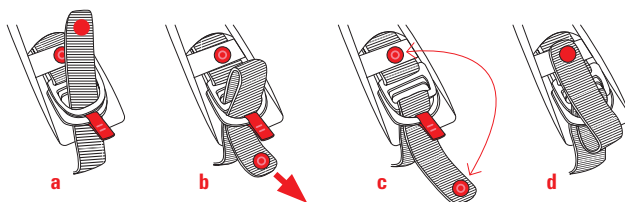

Abbildung 3
- Um den Kinnriemen festzuziehen, führen Sie das Riemenende durch das System aus zwei D-Ringen gemäß der Reihenfolge in Abbildung 3 und ziehen Sie daraufhin den Kinnriemen fest, bis er eng an Ihrem Hals anliegt. Um nun das lose Ende des Kinnriemens zu befestigen, lassen Sie den Druckknopf einrasten, bis er hörbar klickt.